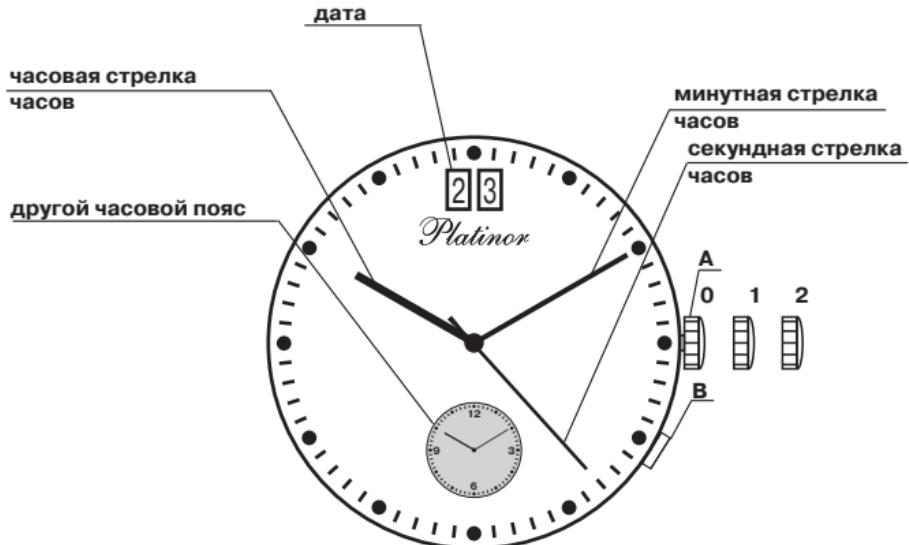

Рис. 12
- Выдвинуть заводную головку "A" в положение 2 (здесь и далее – рис. 12).